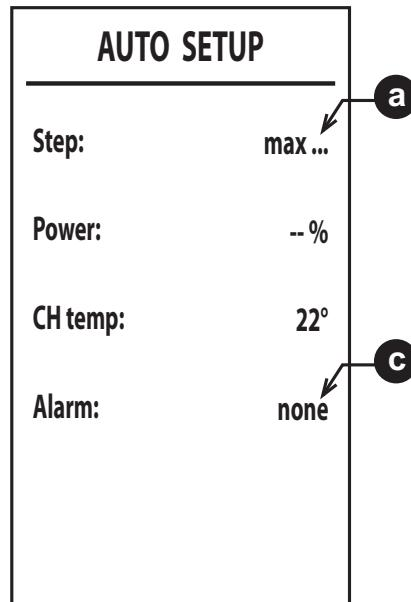

рис. 38
7. После розжига горелка переключается на нагрев с различной мощностью (макс., спр., мин.), как описано в пункте **a** (рис. 38). Если тепловой утилизации системы недостаточно для завершения процедуры, можно активировать запрос на ГВС, но только после розжига горелки.
8. Если последовательность розжига, описанная в пункте «6». не удалась, появится сообщение **max\_err** в пункте **a** и код ошибки в пункте **c** (рис. 38).